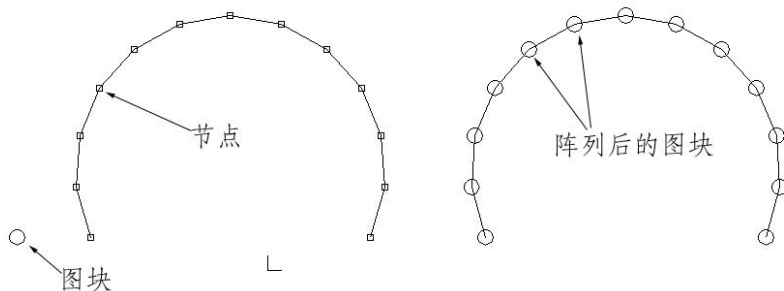

图 5-11 按点阵列
4. 分别选择或拖曳光标框选需要插入对象的节点，按右键确认，完成按点阵列操作，如图 5-11 所示。